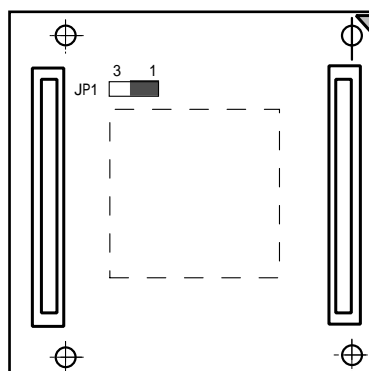

図11 JP1 ショートコネクタ
- (6) JP1 ショートコネクタはテスト用の端子です。図11の位置1ピンと2ピン側にショートピンが挿入されています。これは外さないでください。